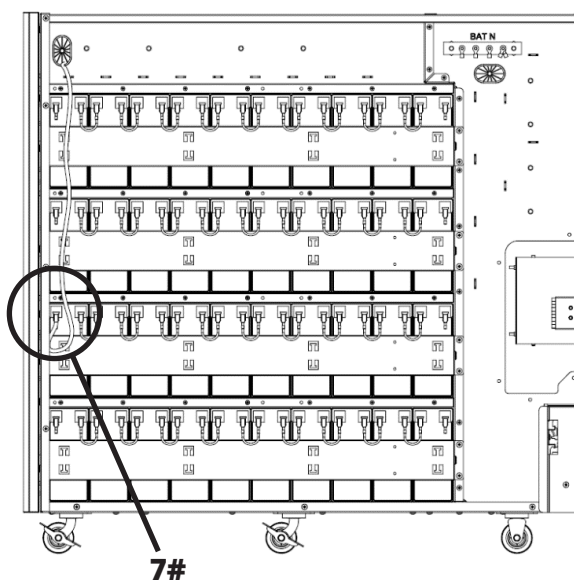

Figure 5-18B
26. Connecter la batterie 20- du groupe 2 à la barre du bus de la batterie - (BAT -) (Figure 5-18B).